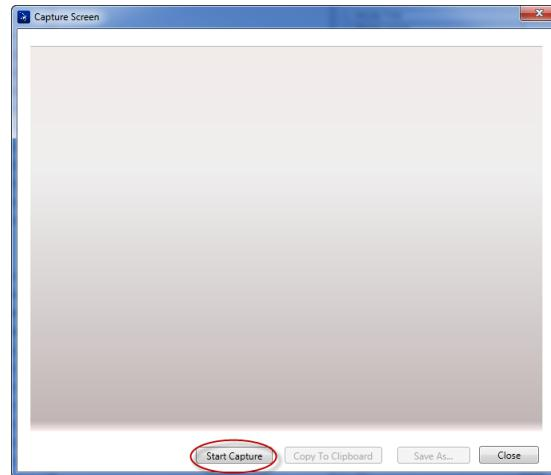

Рис. 7-2 Окно Capture Screen (Сделать снимок)
Откроется диалоговое окно **Capture Screen** (см. Рис. 7-2 на стр. 182).
4. В диалоговом окне **Capture Screen** щелкните **Start Capture** [Сделать снимок] (см. Рис. 7-2 на стр. 182).